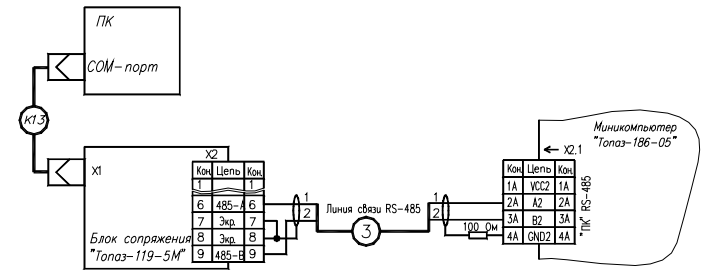

Рис. 1.2. Схема электрическая подключения миникомпьютера "Топаз-186-05" к ПК через блок сопряжения "Топаз-119-5М".
3. На рис. 1.2 показано подключение устройства к ПК по RS-485, которое используется для первоначальной настройки устройства. После настройки связь может осуществляться через сеть "Интернет" посредством встроенного GSM-модема.